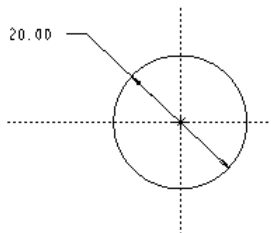

图 3-95 绘制圆
(4) 单击工具栏中的“圆”按钮, 以两中心线相交点为圆心, 绘制直径为 20 的圆, 如图 3-95 所示。